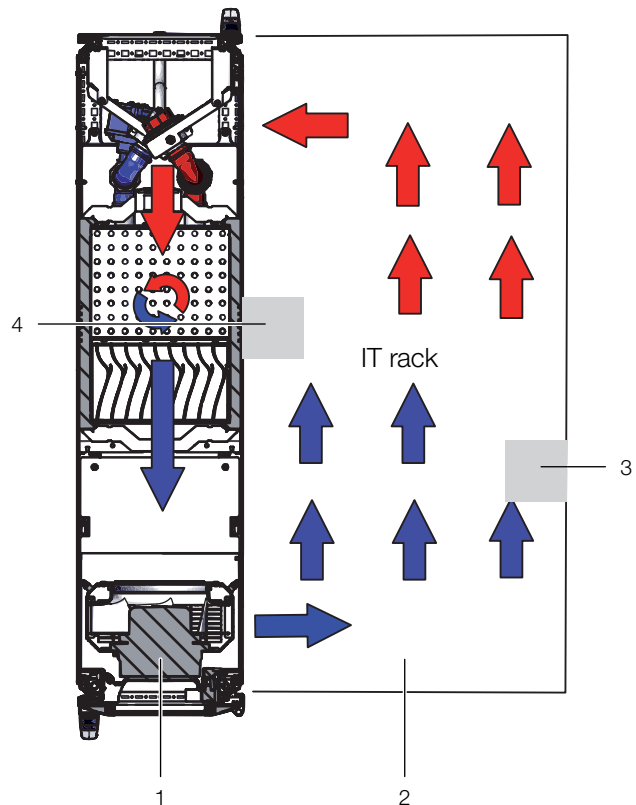

Fig. 29 : disposition des bandes de mousse pour les appareils refroidis par flux d'air latéral (vue de dessus) – LCP Rack
- Si plusieurs appareils pour aération latérale sont intégrés dans la baie serveur, découper le nombre correspondant d'ouvertures dans la bande de mousse (à droite ou à gauche de la baie) afin que le cloisonnement mousse soit évidé à la hauteur de chaque appareil. Veiller à ce qu'il n'y ait aucun trou sur le côté air chaud des appareils (fig. 29, pos. 3).
■ Fixer ces bandes de mousse sur le côté air froid de l'appareil en les décalant vers l'arrière (fig. 29, pos. 4). Veiller à fixer les bandes de façon à ce que tous les ventilateurs intégrés dans les appareils puissent aspirer correctement l'air froid, c.-à-d. qu'il n'y ait aucune entrave à l'arrivée d'air froid.
Dans le cas des appareils refroidis par flux d'air latéral, les bandes en mousse peuvent être mises en place entre les montants avant et arrière de la baie serveur sur toute la profondeur des appareils (fig. 29).